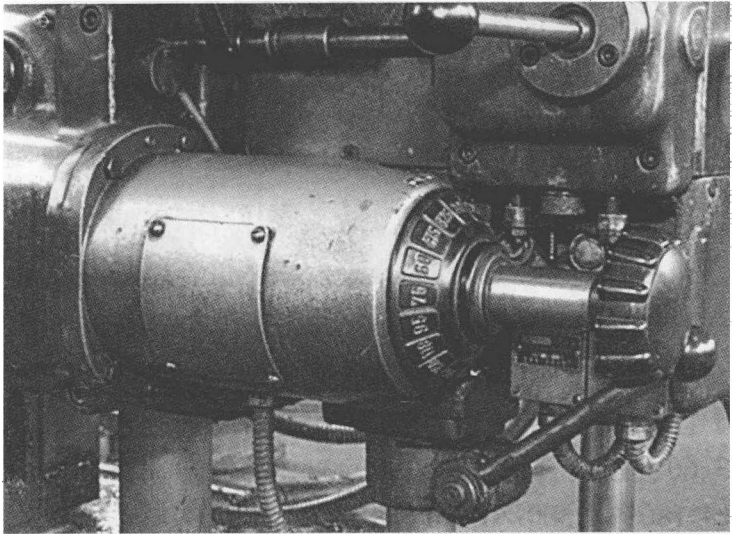

图 1-14 进给变速机构
(9)进给变速机构 位于升降台下部,用来调整和变换工作台的进给速度,如图 1-14 所示。其纵向、横向进给量有 23.5、30、37.5、47.5、60、73、93、118、130、190、233、300、373、473、600、730、930 和 1 180mm/min 共 18 级。垂直方向进给量为纵、横进给量的 1/3,其变速范围为 8 ~ 393mm/min。